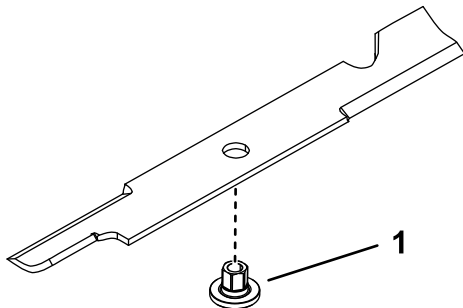

Figura 121
1. Instale o casquilho através da lâmina com a flange do casquilho na parte inferior (relva) da lâmina (**Figura 121**).